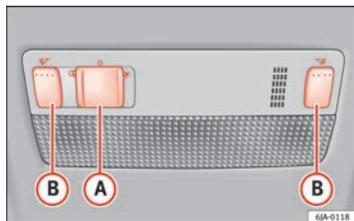

Abb. 60 Innenbeleuchtung – Ausführung 1
- Drücken Sie den Schalter (A) ⇒ Abb. 60 in Richtung Lampenseite; das Symbol ☞ erscheint.
- Drücken Sie den Schalter (A) ⇒ Abb. 60 in die mittlere Position O.
- Bewegen Sie den Schalter (A) ⇒ Abb. 60 in Richtung Lampenmitte; das Symbol ☞ erscheint.
- Die Leseleuchten werden mit der Taste (B) ⇒ Abb. 60 ein- und ausgeschaltet.
Ist die Bedienung der Beleuchtung mit dem Türkontaktschalter eingeschaltet (Schalter (A) ⇒ Abb. 60 in Position ☞), leuchtet die Beleuchtung auf, wenn: